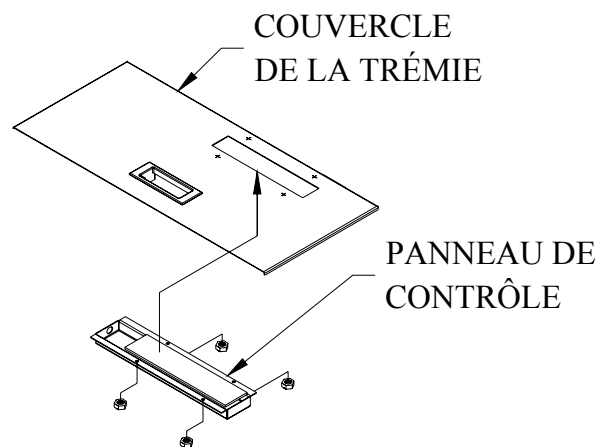

Figure 10
- 4- Fixer le panneau de contrôle au couvercle de la trémie.(Figure 10)